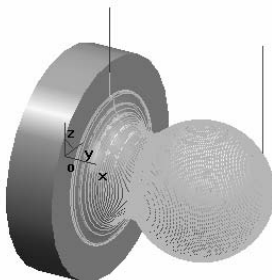

图 4-11 生成刀具轨迹
4) 选择后单击鼠标右键确认, 系统开始计算, 稍后得出刀具轨迹如图 4-11 所示。